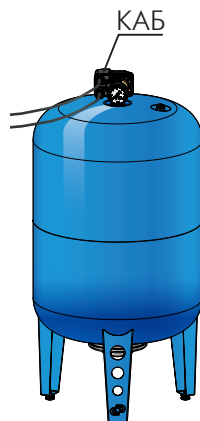

Рисунок 3
5. Держатель мембраны (резьбовой штуцер с наружной резьбой 1 1/2" и с внутренней 1/4" на моделях 100 л, либо с наружной резьбой 3/4" и с внутренней 1/2" на моделях 200, 300 и 500 л), совместим с комплектом «КАБ» (комплект автоматики на баке, приобретается отдельно) (рисунок 3).